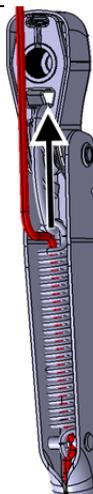

FIGURE 6
6. Retirer et **conserver** le tube de caoutchouc de chacun des bras d'essuie-glace (FIGURE 6). Ceux-ci seront réutilisés.